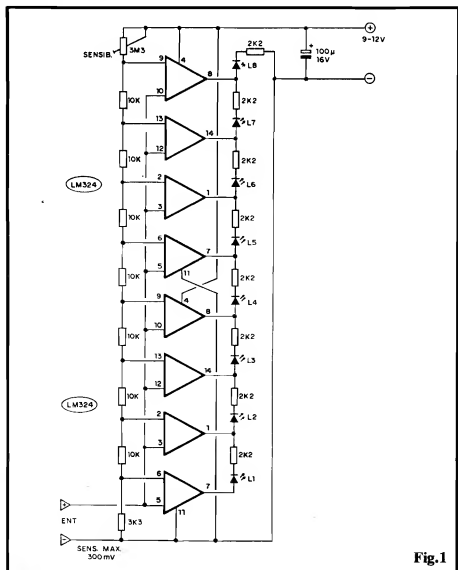

Fig.1
- FIG. 1 - O CIRCUITO - Os oito Amplificadores Operacionais contidos nos dois Integrados LM324 foram simplesmente escalonados em comparadores de Tensão, monitorando as "vantagens" presentes nos "degraus" de um "totem" de resistores de idêntico valor (10K), que funcionam como divisores progressivos de Tensão... Essa monitoração é feita via Entrada Inversoras dos comparadores... Já as Entradas não Inversoras, todas juntas, recebem a Tensão externa a ser medida (comparada) em função dos "degraus" de referência... Notem ainda que os resistores extremos da "pilha" divisora, trim-pot de 3M3 ao alto e fixo de 3K3 em baixo, determinam as sensibilidades (alcances) mínima e máxima do conjunto, ajustável à vontade, em ampla gama, através do mencionado trim-pot... As saídas dos oito comparadores foram aplicadas aos respectivos LEDs indicadores, de forma um pouco inusitada, ou seja: também em "escala", e não diretamente... Com isso, conseguimos substancial economia de Corrente, já que o display funciona no modo "ponto" e não no modo "barra", ou seja: acende apenas o LED "da vez", e não todos, desde o primeiro da barra até aquele que indica a momentânea grandeza medida... Um capacitor eletrolítico de 100u desocupa a alimentação que - como já foi dito - pode situar-se entre 9 e 12V, sem problemas... Na verdade, até 18 ou 20 volts poderiam ser usados para energizar o circuito, já que os maiores "puxadores" de Corrente, os LEDs, estão protegidos por resistores não muito baixos (2K2 cada...).